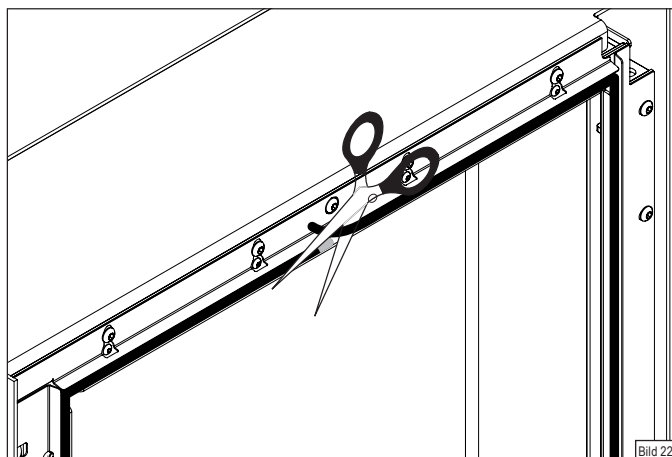
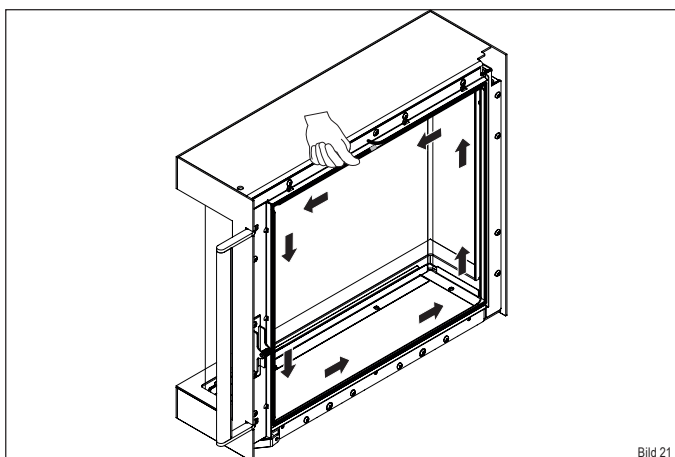

Bild 22
Bild 21
- ▶ **Beginnen Sie mit dem Verlegen der Dichtung in der Mitte der Führung, im oberen Bereich der Feuerraumtür. Drücken Sie die Dichtung gleichmäßig in die Führung (Bild 21). Lassen Sie das Ende etwas länger überstehen und schneiden Sie die Dichtung bündig ab (Bild 22).**